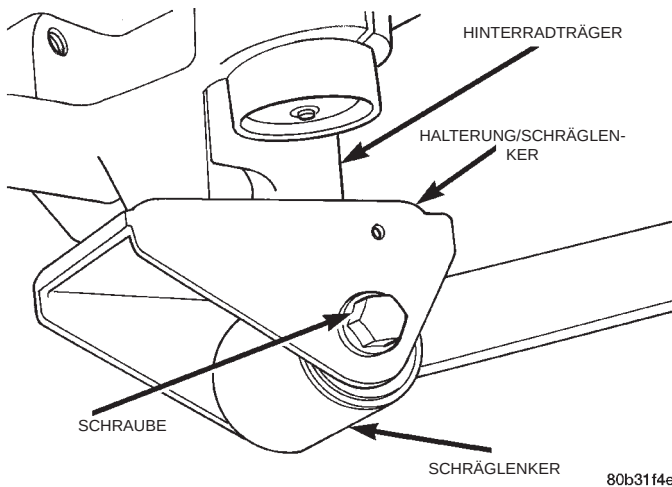

Abb. 27 Schraube/Schräglenker an Hinterradträger
(1) Fahrzeug anheben. Dazu Unterstellböcke oder eine Hebebühne verwenden, die am Rahmen angesetzt wird (siehe Kapitel 0, "Schmierung und Wartung", Abschnitt "Anheben des Fahrzeugs").
(2) Hinterrad abbauen.
(3) Die Schraube ausbauen, mit der der Schräglenker an der Halterung unten am Hinterradträger befestigt ist (Abb. 27).
(3) Die Schraube einbauen, mit der der Schräglenker an der Halterung am Hinterradträger befestigt wird (Abb. 27). Die Schraube noch nicht vollständig festziehen.
(4) Rad anbauen. Radmuttern in der vorgeschriebenen Reihenfolge bis zum halben Anzugsmoment anziehen. Dann die Muttern in derselben Reihenfolge